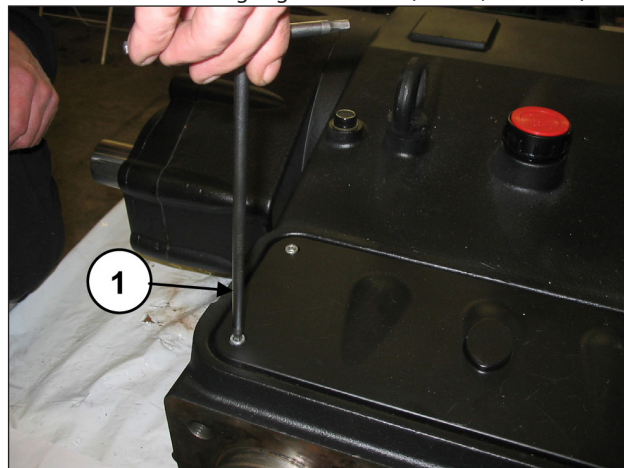

Abb. 133
Demontieren Sie den oberen Inspektionsdeckel durch Abdrehen der 4 Befestigungsschrauben (Pos. ①, Abb. 133).